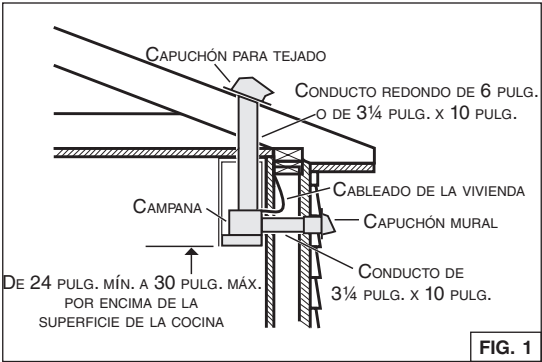

FIG. 1
- 1. Decida por dónde pasarán los conductos entre la campana y el exterior (FIG. 1).